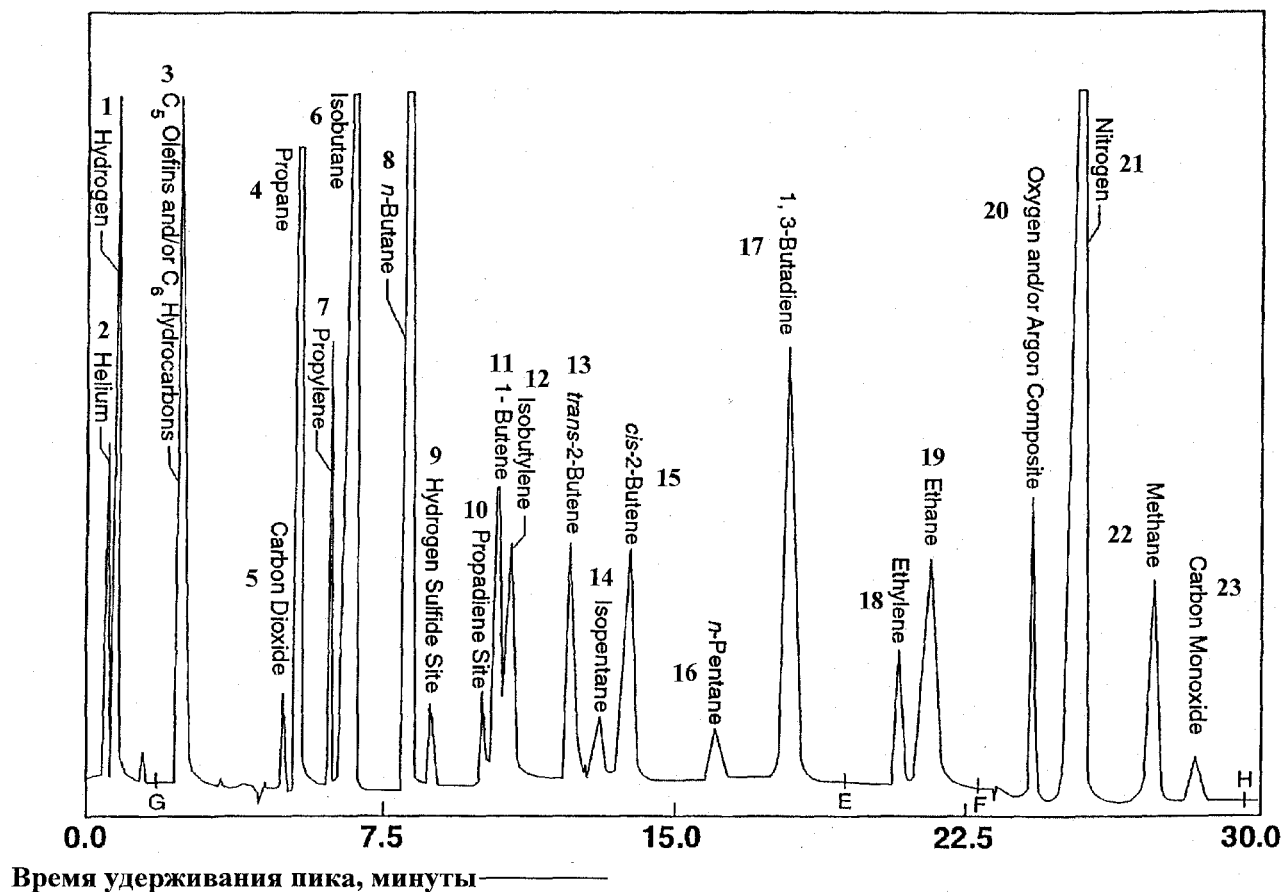

Рис. 3 Типичная хроматограмма
5. Идентифицируйте компоненты пробы, сравнив получившуюся хроматограмму с типичной хроматограммой (Рис.3).